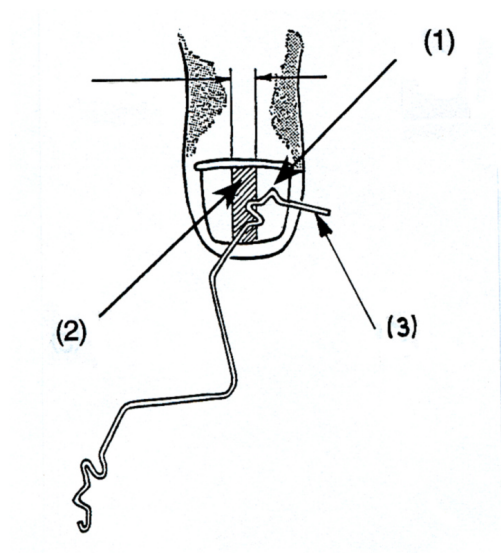

図 1a
- ループが両辺のワイヤーの接合する部位間(2)を約5-10mm(目視にて)と設定しワイヤーの長さのあたりを付けます。この接合部は通常爪体の中央に位置しますが、片辺の爪が強く陥入もしくは巻いている場合は接合部が片側になることがあります。(写真1および図1a参照)